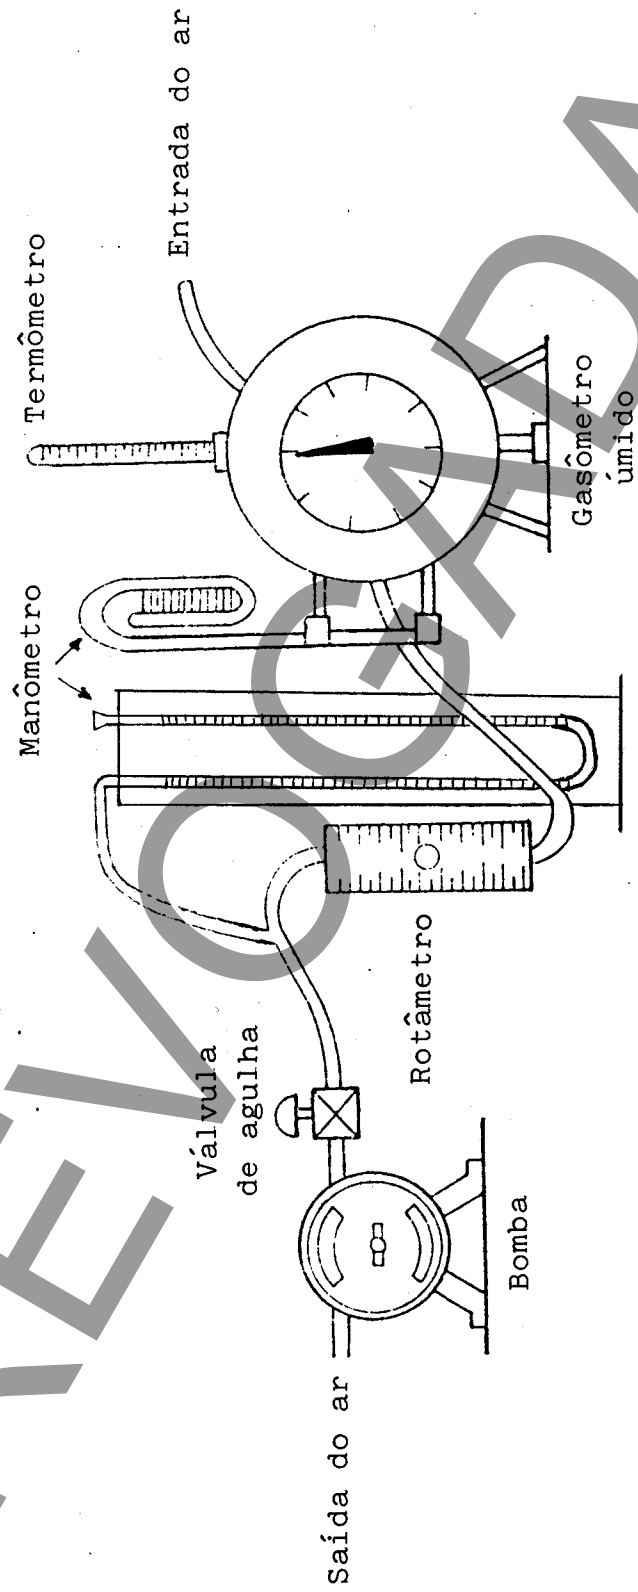

FIGURA 3 - Esquema da aparelhagem
5.3.1 Preparar os aparelhos e ligá-los entre si por meio de mangueiras de mesmo diâmetro interno, dispondo-os conforme o esquema apresentado (ver Figura 3).